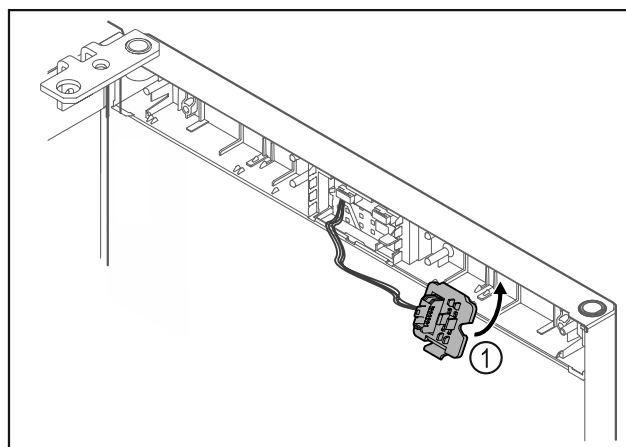

Fig. 17
- ▶ Zatrzasnąć uchwyt wtyczki Fig. 17 (1) po przeciwnej stronie.